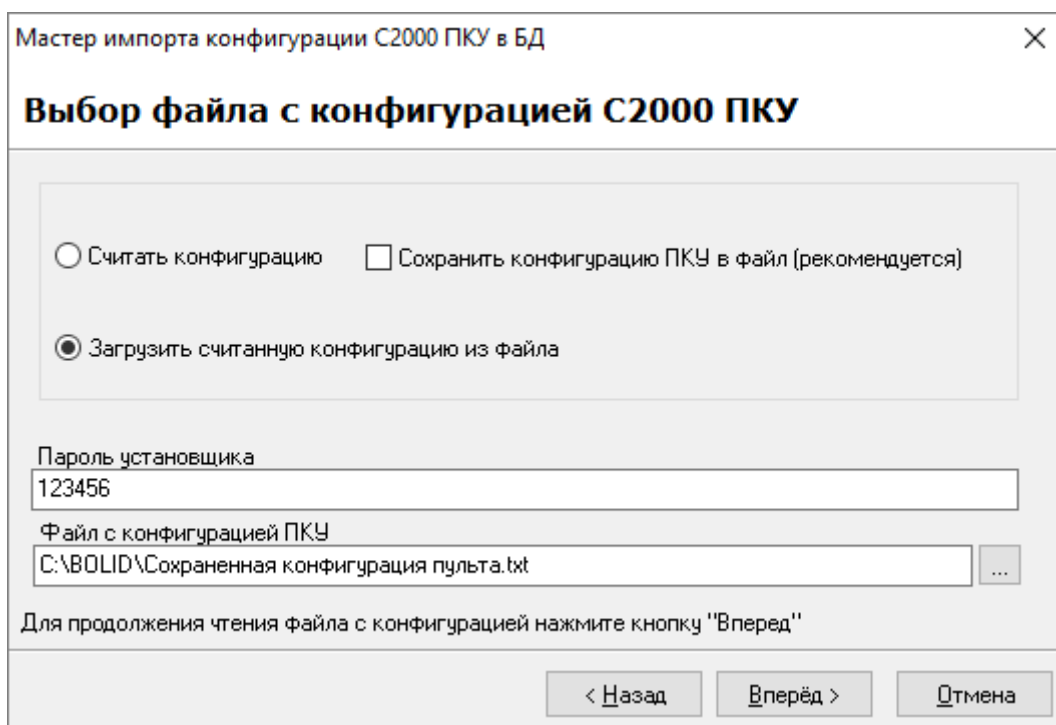

Рисунок 6-905 Настройки импорта конфигурации пульта "C2000/C2000M" в БД из файла
- если необходимо импортировать в БД конфигурацию пульта «С2000/С2000М», которая была предварительно сохранена в файл, то выберите **«Загрузить считанную конфигурацию из файла»** и задайте путь и имя файла в поле «Файл с конфигурацией ПКУ» (см. Рисунок 6-905);